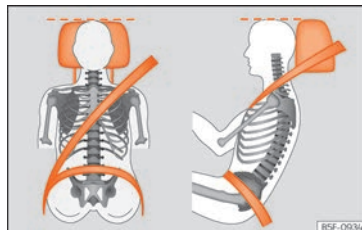

Fig. 85 Apoyacabezas ajustado correctamente visto de frente y lateralmente.
- Ajuste el apoyacabezas de modo que el borde superior quede, en la medida de lo posible, a la altura de la parte superior de la cabeza, como mínimo a la altura de los ojos » » fig. 85.